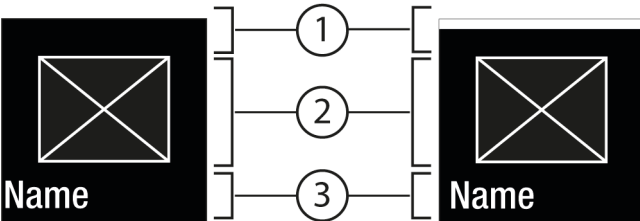
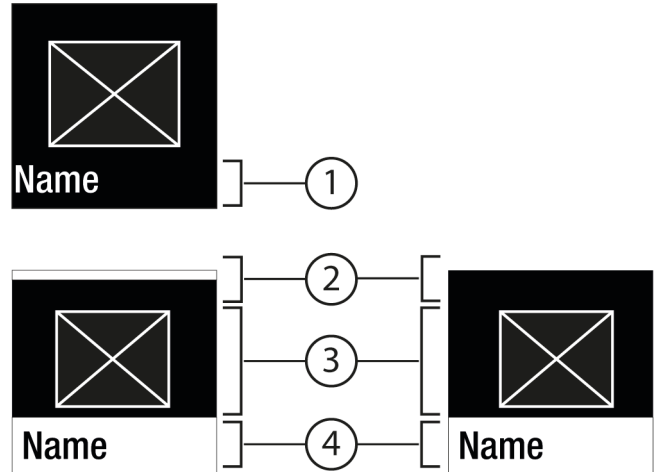

Fig. 6
Fig. 7
- 操作确认 Fig. 5 (2)，可调出子菜单 Fig. 7 (4)。
- 设置新值：操作确认 Fig. 5 (2)，选择一个禁用值 Fig. 6 (1)。
- 返回到菜单：操作确认 Fig. 5 (2)，选择已经存在的激活值 Fig. 6 (2)。
▷ 状态：在 Fig. 6 (1)子菜单 Fig. 7 (4)中短暂显示已激活。